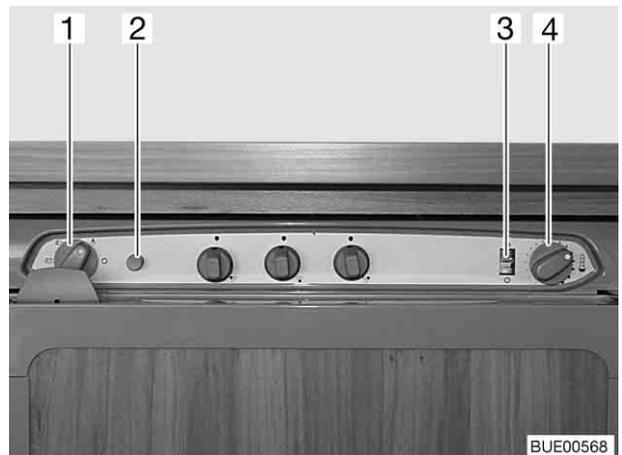

Bild 120 Bedienelemente für den Kühlschrank
- Energie-Wahlschalter (Bild 120,1) auf Gas  stellen.
- Drehregler (Bild 120,4) auf Stufe 5 stellen, drücken und gedrückt halten. Die Gaszufuhr ist geöffnet.
- Zündknopf (Bild 120,2) mehrmals mit Pausen von 1 bis 2 Sekunden drücken.
- Drehregler gedrückt halten, bis der Flammenanzeiger (Bild 120,3) grün wird, dann loslassen. Falls die Flamme erlischt, den Zündvorgang wiederholen.
- Kühltemperatur mit dem Drehregler (Bild 120,4) einstellen.
- Energie-Wahlschalter (Bild 120,1) auf "0" stellen. Das Gerät ist abgeschaltet.
- Drehregler (Bild 120,4) auf "0" drehen.
- Energie-Wahlschalter (Bild 120,1) auf 230-V-Betrieb  stellen.
- Energie-Wahlschalter (Bild 120,1) auf 12-V-Betrieb  stellen.